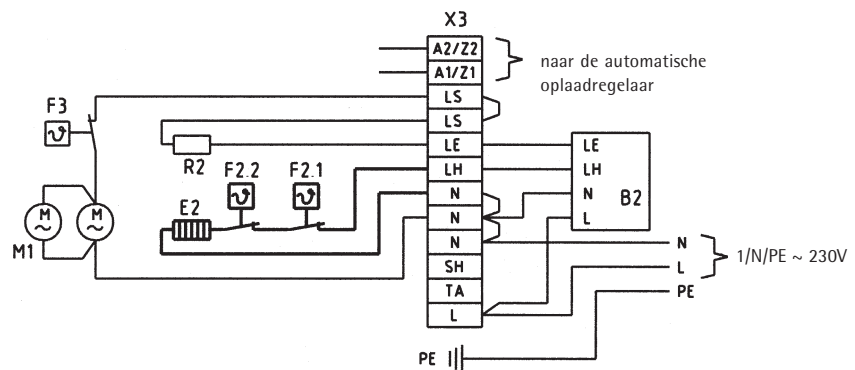

Afb. 4 Typeplaatje WSP 600 HF met sticker „Vermogen dagelement“ 1000W
- De meegeleverde sticker „Vermogen dagelement“ op het typeplaatje van het luchtuitlaatrooster (zie voorbeeld typeplaatje Afb. 4) onder het symbool „Zon“ plakken. Hiertoe het bescherm papier van de plakzijde van de sticker afhalen. De lijmzijde met behulp van het opgedrukte kader op het typeplaatje zetten. Met de duimnagel het plaatje aandrukken en dan het folie weghalen.